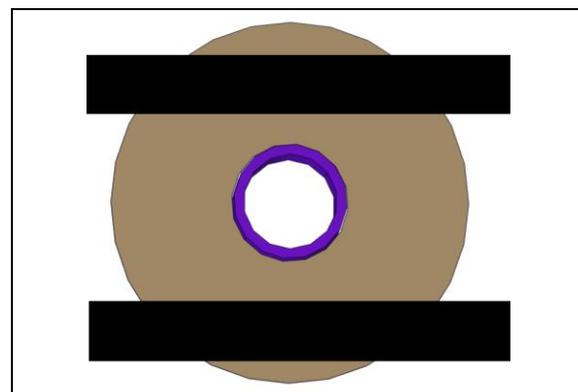

FIGURE 21
29. Utiliser du ruban adhésif pour garder en place l'assemblage de la bride durant la prise de la colle (Figure 21).